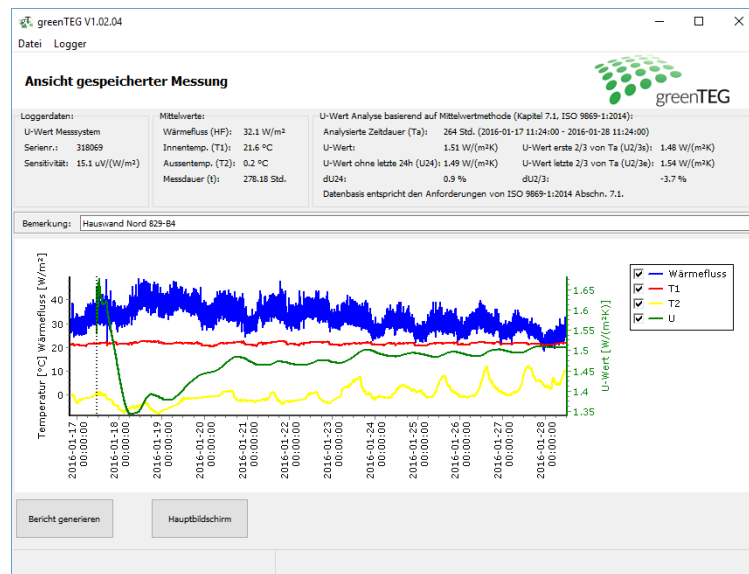

Abbildung 3: "Messdatei auslesen"-Fenster mit den gemessenen Werten und deren graphischer Darstellung
10. Durch einen Klick auf die „Auslesen“-Taste können Sie nun den gewünschten Datensatz sowohl graphisch angezeigt bekommen, als auch die exakten Werte ablesen. Im nun neu geöffneten Fenster „Ansicht gespeicherter Messung“ können Sie die letzten Datenpunkte ablesen (siehe Abbildung 3). Die Werte im oberen Teil des Fensters werden im Appendix A erklärt. Im abgebildeten Diagramm können die Messwerte grafisch betrachtet werden:
11. Über die Taste „Report/Bericht generieren“ (siehe Abbildung 3) können Sie die Graphik als PDF-Report abspeichern oder drucken (siehe Abbildung 4).